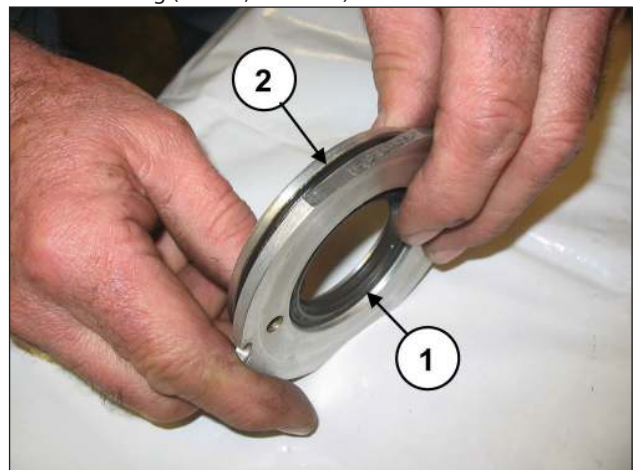

Abb. 165
Ersetzen Sie den Ölabbstreifring (Pos. ①, Abb. 165) und den äußeren O-Ring (Pos. ②, Abb. 165).